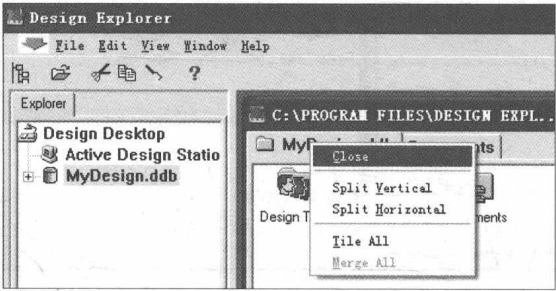

图 1-17 关闭设计数据库命令
- (1) 在管理面板中选中要关闭的设计数据库(如果当前只有一个设计数据库被打开,则该步骤可省略),执行菜单命令:File/Close Design。
- (2) 在设计窗口的文件标签上选择要关闭的设计数据库名称,右击,在右键菜单中选择 Close 命令,如图 1-17 所示,即可关闭设计数据库。